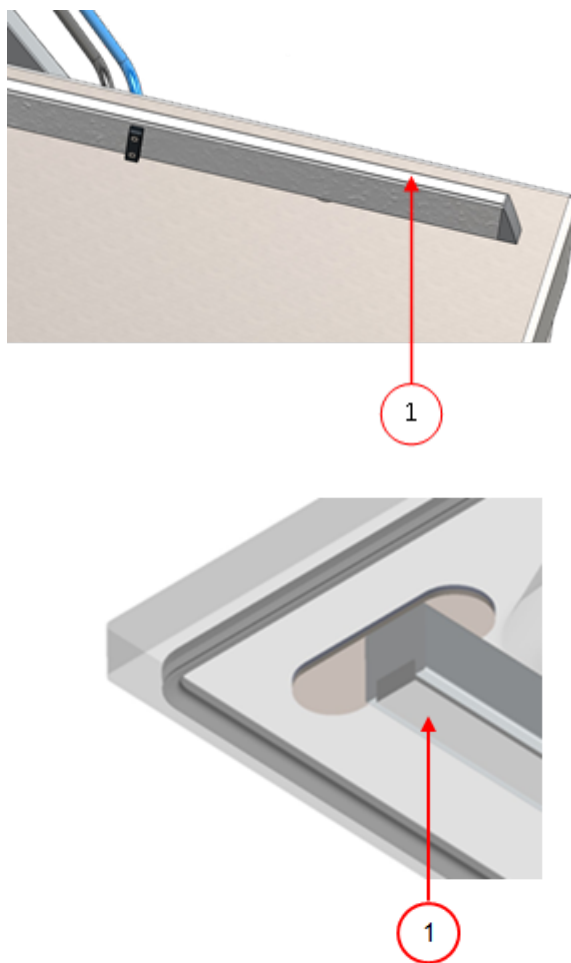

Figura 28: Sustitución de la goma de silicona de los soportes de silicona
1. Tire de la goma de silicona antigua para sacarla del soporte, consulte la *Figura 28: Sustitución de la goma de silicona de los soportes de silicona* en la página 78.